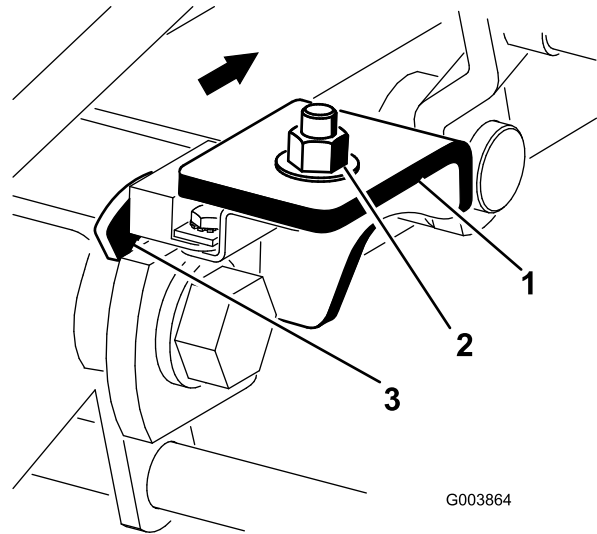

Bild 14
2. Lösen Sie die Schlossschraubenmutter, mit der die Hubarm-Schalterhalterung am Hubarm 4 (links vorne) befestigt ist (Bild 14).